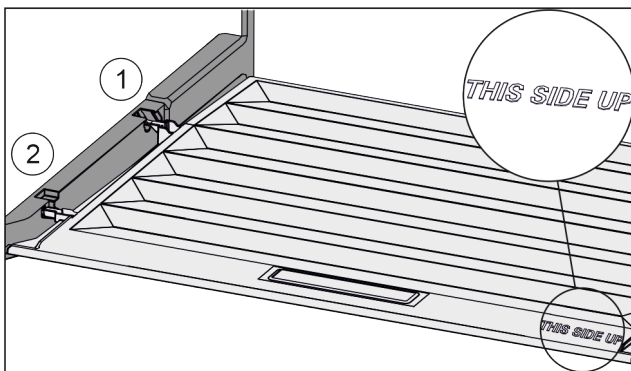

Fig. 98
- ▶ Вставити поперечні ребра через отвір заднього тримача Fig. 98 (1) і зафіксувати спереду у тримачі Fig. 98 (2).